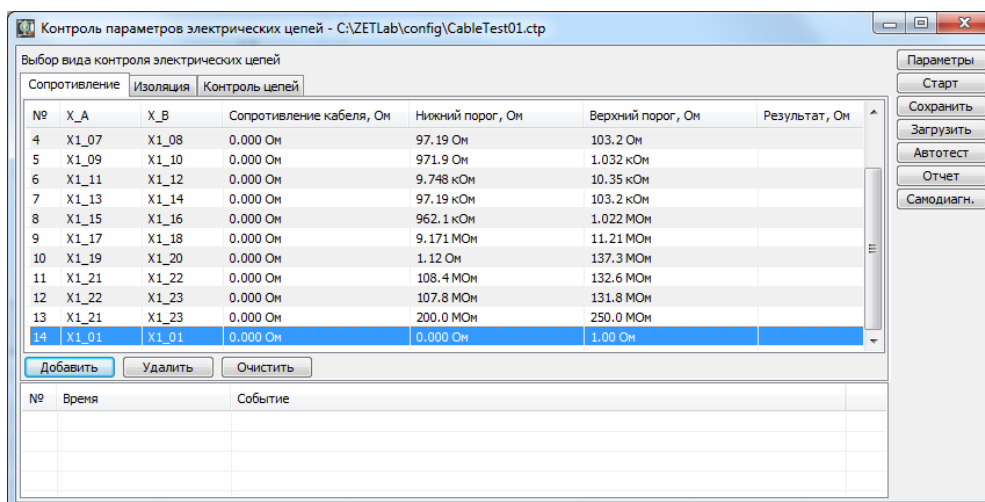

Рис. 3.6 Добавление новой строки
- Кнопка «Добавить» применяется для добавления новой строки в таблицу профиля испытаний. При нажатии на кнопку добавляется новая строка с настройками «по умолчанию» (Рис. 3.6).